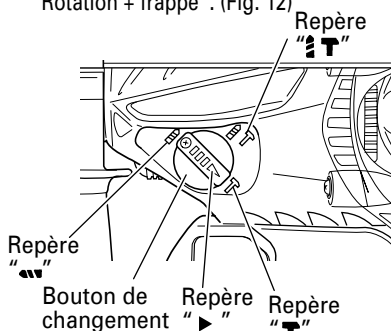
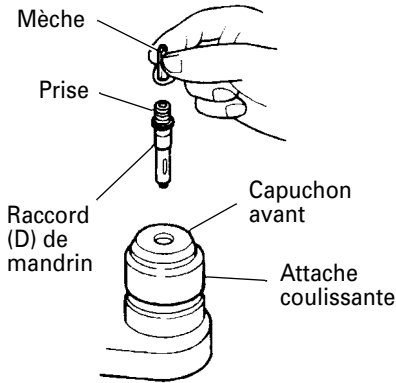

Fig. 12
Fig. 15
Faire correspondre les repères "►" et "⚡T" en tournant le levier pour mettre sur la position "Rotation + frappe". (Fig. 12)
Faire correspondre les repères "►" et "⚡" en tournant le levier sur la position "Rotation seulement". (Fig. 12)
4. Lors du vissage des vis machine (Fig. 15)
- Ne pas tenter d'utiliser le marteau perforateur en mode de rotation et frappe avec l'adaptateur de mandrin (D) et le foret fixés.
- Faire correspondre les repères "►" et "T" en tournant le levier pour mettre sur la fonction "Percussion seulement". (Fig. 12)
- (1) Installer le pic ou le ciseau à froid.
6. Enfoncement de vis de bois (Fig. 15)